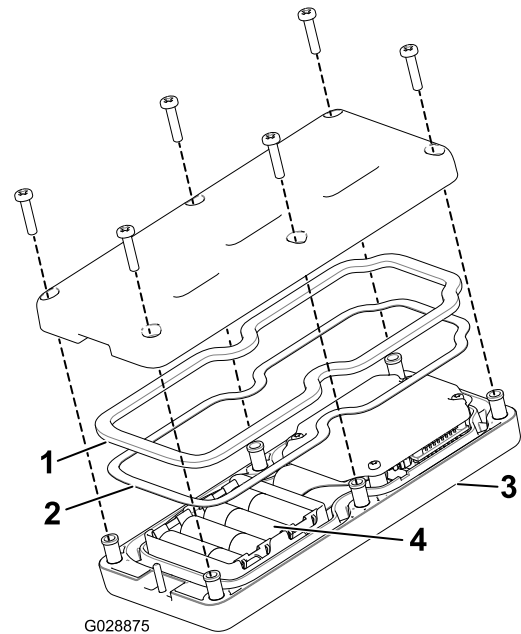

图18
2. 将电池放入电池端子仓位注意遵循正确的电池极性。(如果放置不正确遥控器不会发生损坏但遥控器无法操作。电池端子仓位分别带有正负极标志图18。
3. 确保钢垫片和橡胶密封件正确放置于遥控器的槽内然后将后盖放回原位图18。
4. 用 6 个螺丝固定后盖图18上紧螺丝扭矩至 1.51.7N·m。